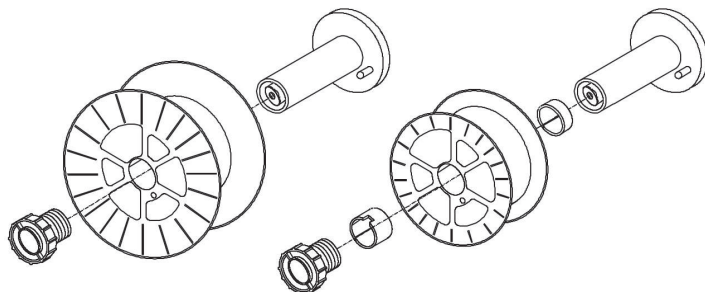

Figura 16
- Per bobine più piccole è necessario montare anche i distanziali come mostrato in Figura 16.